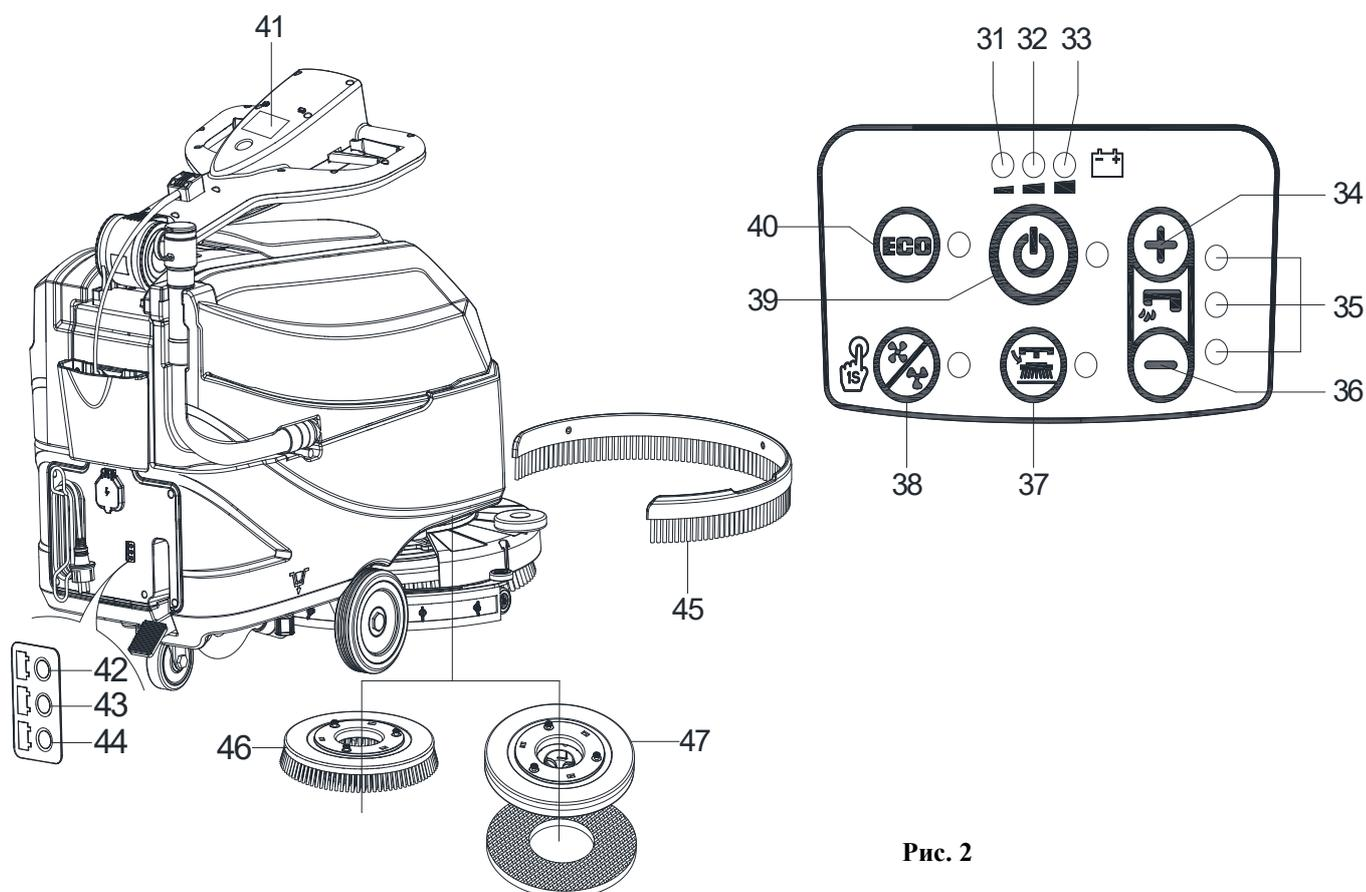

Рис. 2
ПАНЕЛЬ УПРАВЛЕНИЯ (как показано на Рис. 2)
ОКНО ПРОСМОТРА СВЕТОВОГО ИНДИКАТОРА ЗАРЯДНОГО УСТРОЙСТВА (как показано на Рис. 2)
2. Нажмите на переключатель (39, Рис. 2). Если включится зеленый предупредительный световой сигнал (33), батареи полностью заряжены. Если включится желтый (32) или красный предупредительный световой сигнал (31), батареи необходимо зарядить (смотрите процедуры в главе Обслуживание).